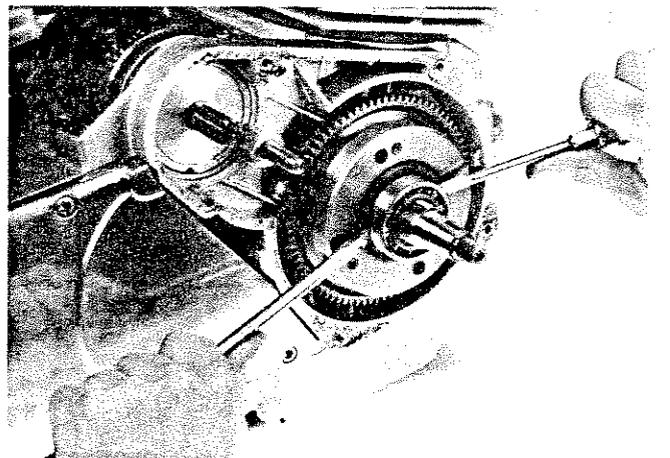

Fig. 98
- 5) Sfilare il cuscinetto dall'albero motore (Fig. 98).
- 5) Slide the bearing off the crankshaft (Fig. 98).